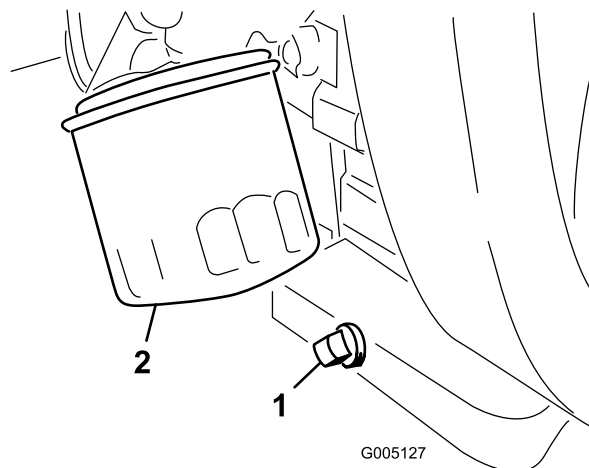

Figura 34
1. Togliete il tappo di spurgo (Figura 34) e lasciate defluire l'olio in una bacinella. Quando l'olio cessa di defluire, rimontate il tappo.
2. Togliete il filtro dell'olio (Figura 34). Spalmate un leggero strato di olio pulito sulla nuova guarnizione del filtro.